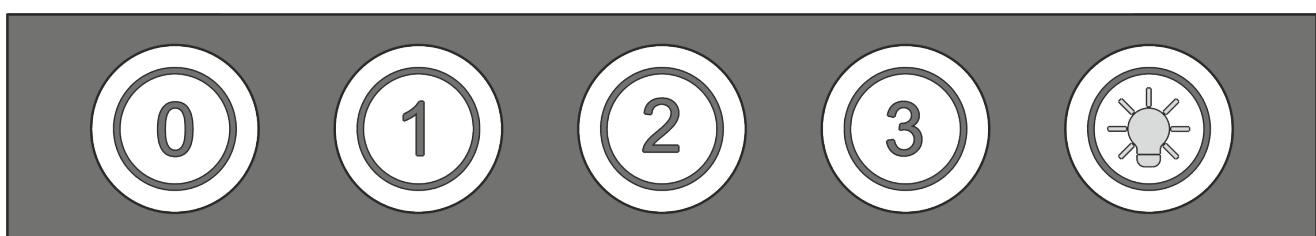

Рис.5
7.3 На нижній площині корпуса розміщений кнопковий перемикач режимів роботи і включення ламп освітлення (рис.5).